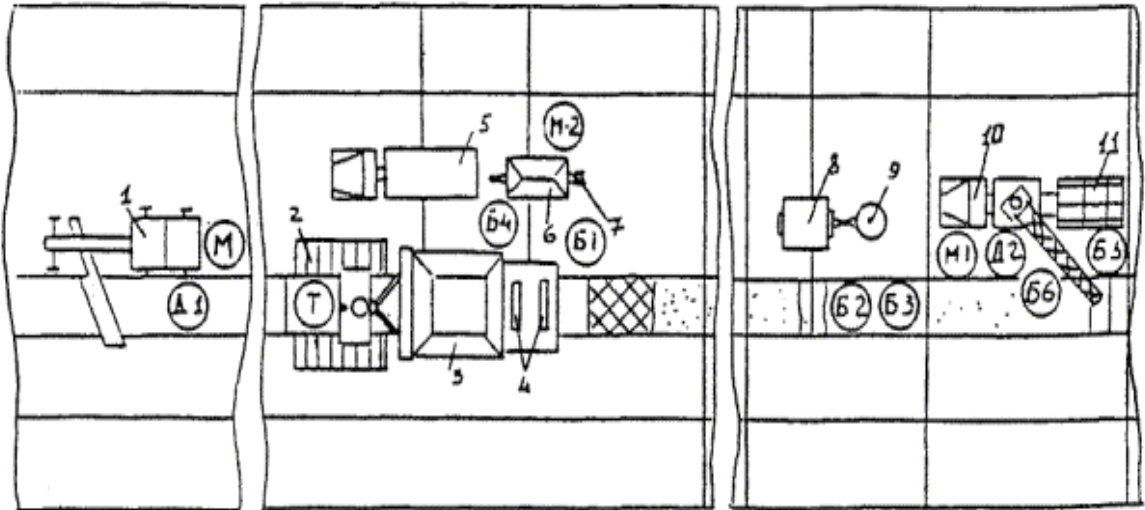

Рис. 13
19. На рис. 13 позиция 1 представлена схема